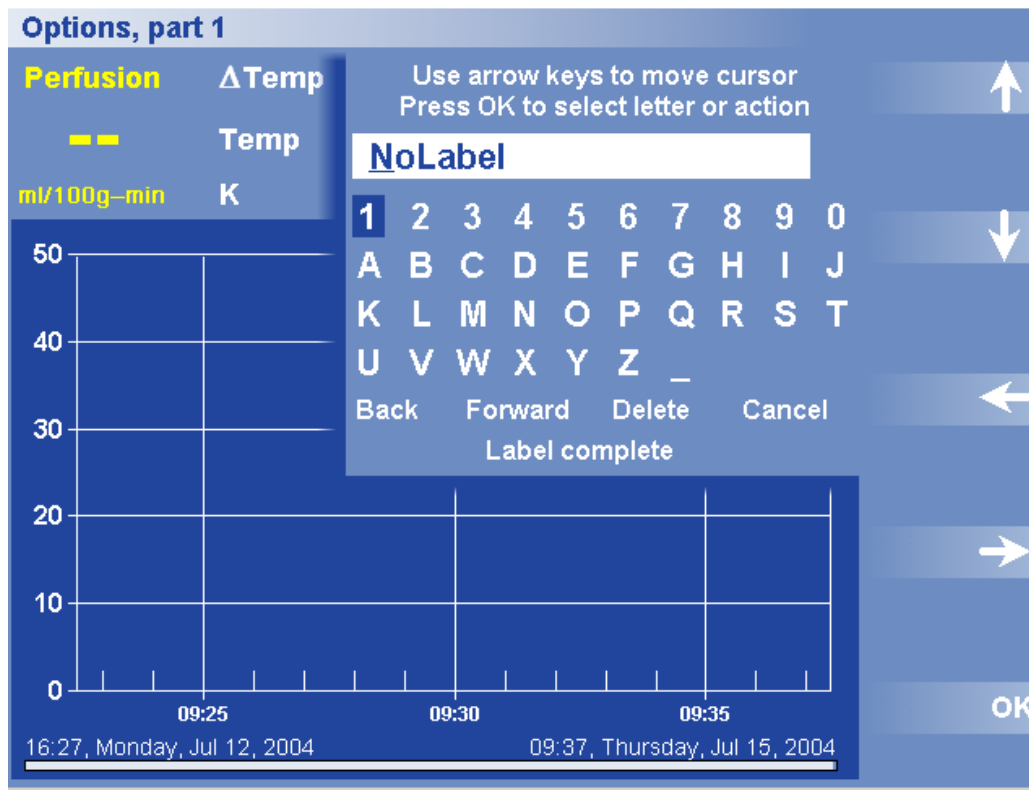

図 23 ラベルの設定ダイアログボックスおよびメニュー
1. Options (オプション) > Set Label (ラベルの設定) を押します。ラベルダイアログボックスが表示されます (図 23 を参照)。